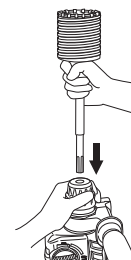

Fig. 19
- (2) Monter la queue de couronne sur le marteau rotatif à percussion. (Fig. 19)